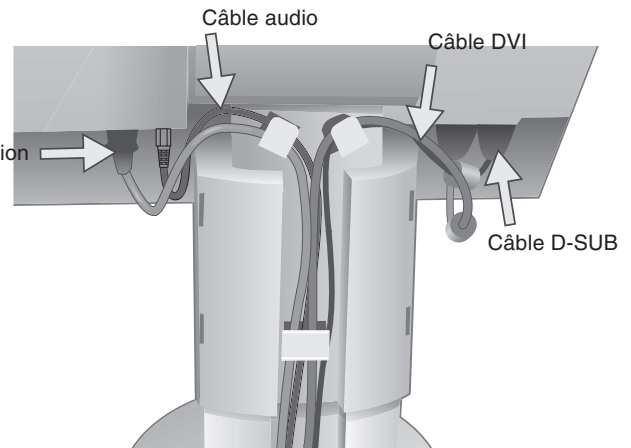

Figure C.2
5. Pour une bonne gestion du câblage, placez les câbles selon l'ordre suivant : Cordon d'alimentation et câble DVI (**Figure C.2**).
6. Placez le cordon d'alimentation et le câble audio dans les crochets spécifiques illustrés à la **Figure C.2**.
7. Placez les câbles DVI et D-Sub dans les crochets spécifiques illustrés à la **Figure C.2**.